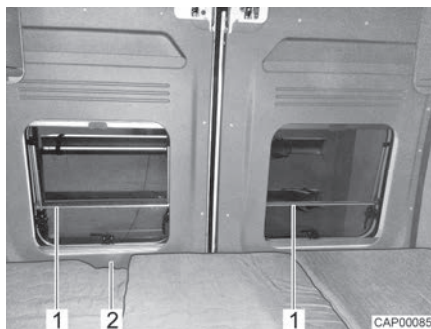

Fig. 72 Protezione anticaduta (letto longitudinale in coda)
- Le finestre delle porte di coda sono dotate di una protezione anticaduta (Fig. 72,1). La porta di coda può essere aperta dall'interno mediante la maniglia (Fig. 72,2).